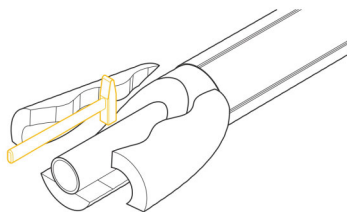

Рис. 5.6.5
5. Сбить молотком освобождённый от защитной оболочки слой теплоизоляции (рис. 5.6.5).